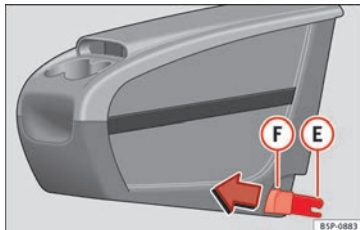
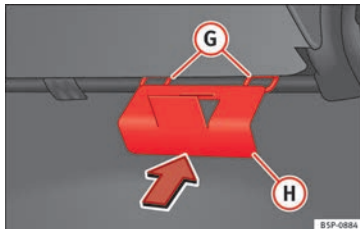

Abb. 93 Zusätzliche Ablage. Montage.
Abb. 94 Halteplatte der zusätzlichen Ablage.
- Die Halteplatte **(H)** » **Abb. 94** der zusätzlichen Ablage vom Fahrzeuginnern aus auf der Rückseite des Sitzes befestigen. Sie muss sich zwischen der Lehne und dem Sitzkissen im Bereich des mittleren Rücksitzes befinden.
- Die beiden Befestigungselemente **(E)** » **Abb. 93** zu den beiden Befestigungsringen **(G)** » **Abb. 94** ausrichten und die beiden Klammern vollständig in die Befestigungsringe eindrücken.
- An den Knöpfen » Abb. 93 (F) der Klammern nach vorne ziehen (rote Knöpfe), bis sie hörbar ausgehängt sind.